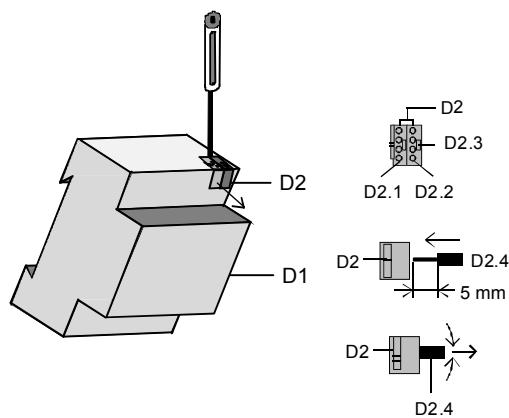

Bild 3: Busklemme aufstecken / entfernen
Busklemme abziehen (Bild 3)
**5WG1 262-1EB01**Busklemme aufstecken (Bild 3)